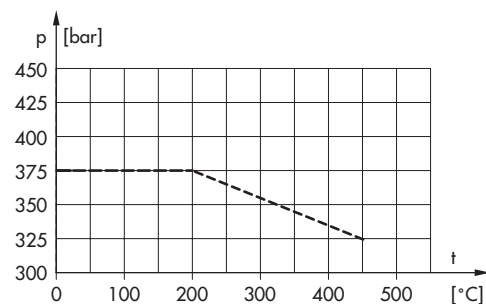

Bild 4: Druck-Temperatur-Diagramm für Werkstoff 1.4571 (RA4)
- **Isolierteil** · für Temperaturen von -10 bis +450 °C (Drücke und Temperaturen vgl. Bild 4)